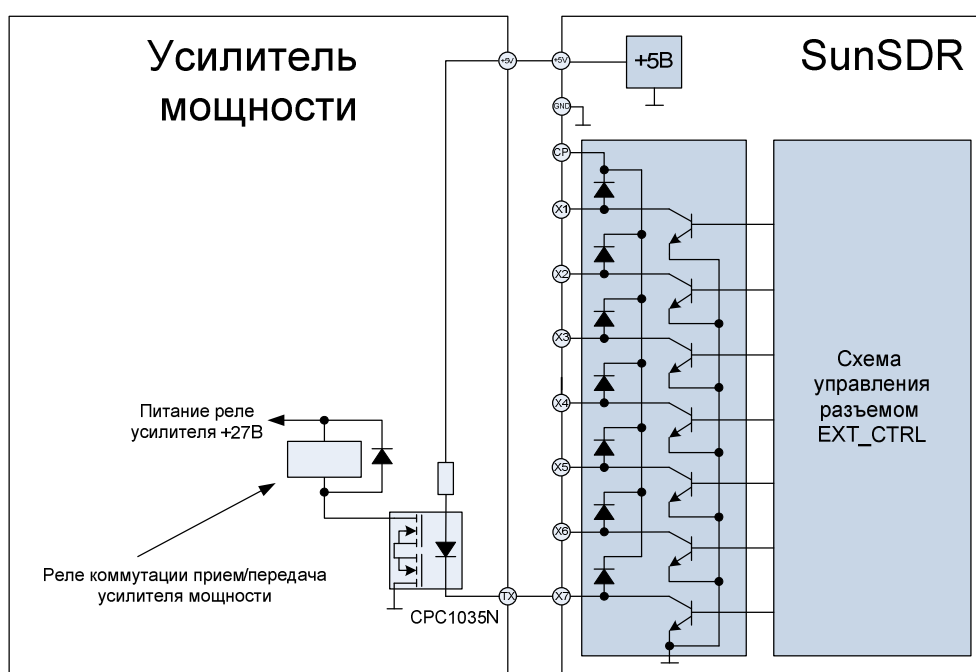

Рисунок 2.5 – Пример подключения внешних устройств с опторазвязкой
1.8. При подключении внешних устройств к разъему EXT CTRL прочтите раздел 2.3, изучите табл.2.1, а также схемы подключения внешних устройств на рис. 2.5, 2.6. Помните, выходные ключи имеют ограничения по величинам питающего напряжения и тока, протекающего через них, а также не допускают переполюсовки питания.